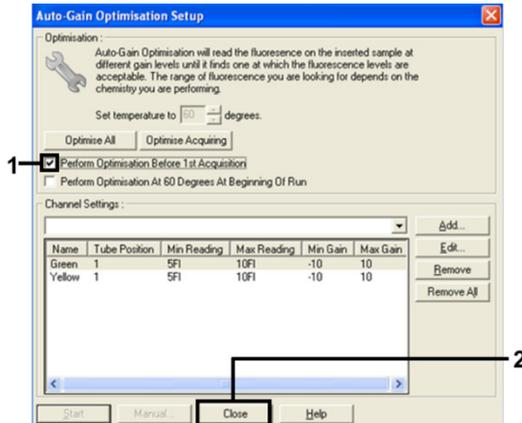

Abbildung 12. Auswahl der Kanäle „Green“ und „Yellow“
14. Aktivieren Sie das Kontrollkästchen **Perform Optimisation before 1st Acquisition** (Optimierung vor der 1. Erfassung durchführen) und klicken Sie dann auf **Close** (Schließen), um zum Assistenten zurückzukehren (Abbildung 12).